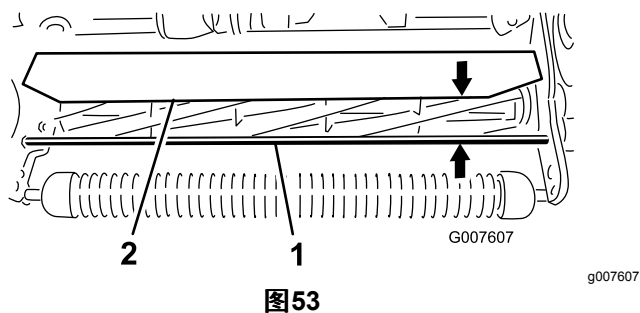

图53
1. 分别测出前支撑杆顶部到滚刀组两端的护罩前唇的距离 图53。